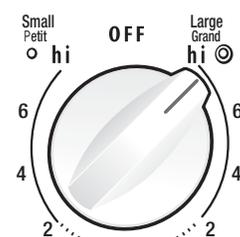

Figure 7
2. Enfoncez et tournez le bouton de commande vers la gauche (Figure 4) pour utiliser de petits ustensiles ou vers la droite (Figure 7) pour utiliser des ustensiles plus grands.